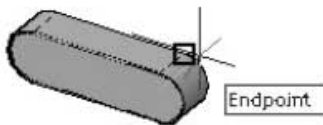

Рис. 12.52. Выбор второй точки на шпонке
4. Укажите вторую точку с привязкой Конточка (Endpoint) (или Квадрант (Quadrant)) — конечная точка дуги окружности нижнего основания (рис. 12.52).